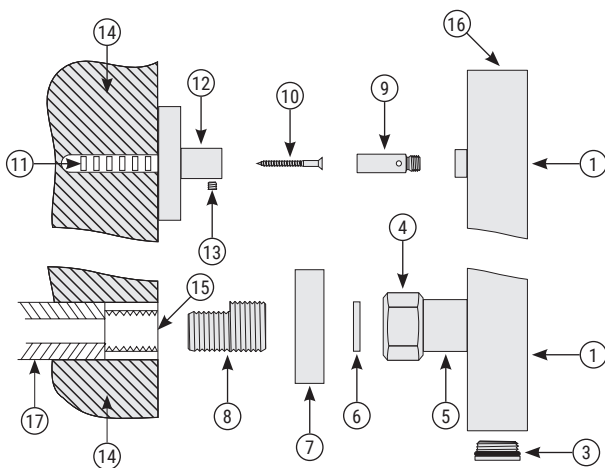

Рис. 1
5.8. Для герметизации резьбовых соединений производитель комплектует изделие прокладками собственно изготовленными (п. 3.5. и рис. 1 «3», «6»).